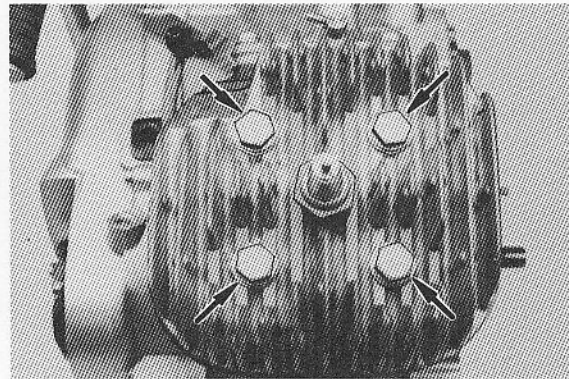

Fig. 3-2-2
Remove cylinder head holding nuts (4) and cylinder head. (Fig. 3-2-2)
Démontez les écrous de retenue de la culasse (4) et la culasse. (Fig. 3-2-2)